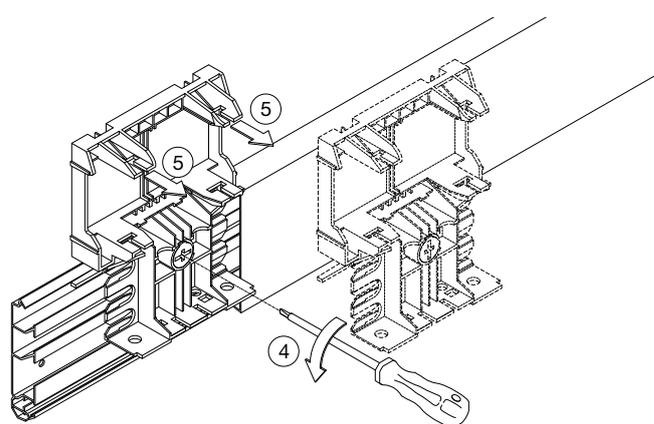

Figure 11
3. Retirer la base du boîtier d'appareils (fig. 11)